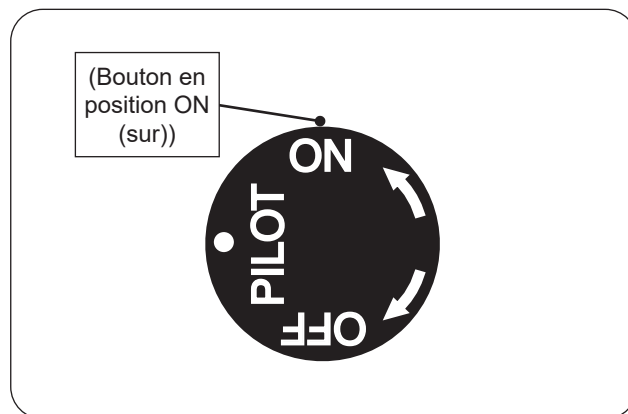

Fig. 54-1 Éclairage manuel
1. Assurez-vous que la veilleuse brûle. Tournez le bouton de commande dans le sens antihoraire ↺ ON (sur) pour allumer le brûleur (voir Fig. 54-1).